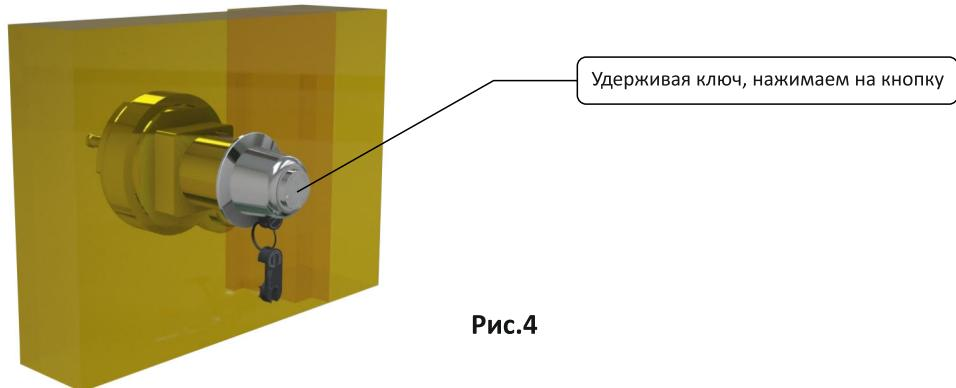

Рис.4
**Шаг 3.** Удерживая ключ, нажимаем на кнопку до упора (рис.4)